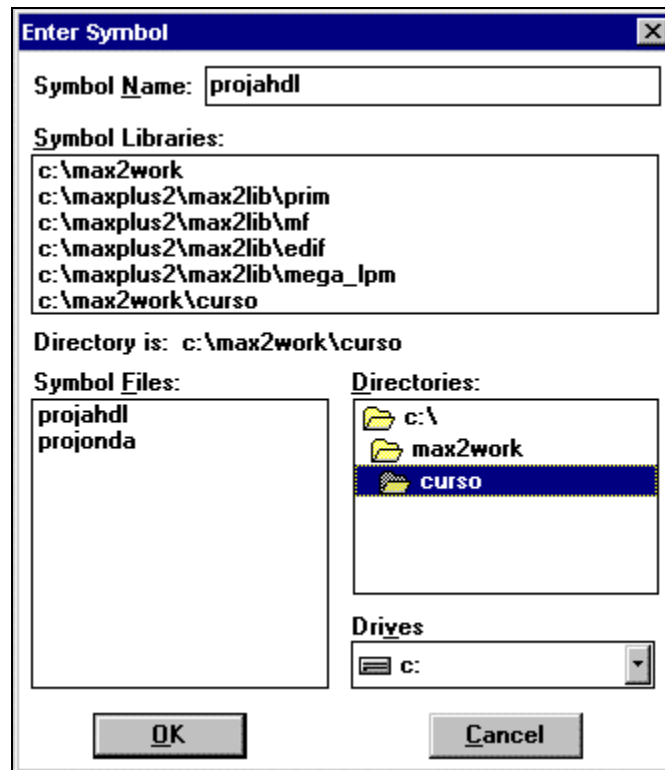

Figura 22
- Digite no campo *Symbol Name* o nome “projahdl” clique em OK, ou clique duas vezes em “projahdl” no campo *SymbolFiles*. Veja figura 22.